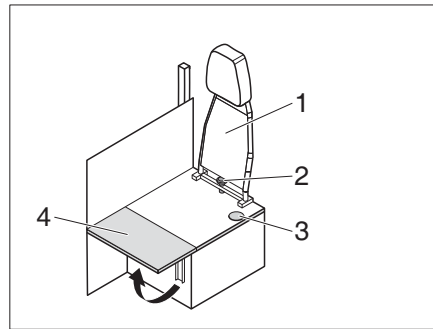

Fig. 188 Transformación del funcionamiento con el vehículo en marcha al funcionamiento para vivir y estar
- Desatornillar el tornillo de estrella (Fig. 188,2) y retirar el respaldo (Fig. 188,1) hacia arriba.
- Plegar hacia arriba la prolongación del banco de asiento (Fig. 188,4).
- ▷ Para la transformación del funcionamiento para vivir y estar al funcionamiento con el vehículo en marcha proceder en orden inverso al descrito. Asegurar que el cinturón de seguridad se introduce a través de la abertura (Fig. 188,3).